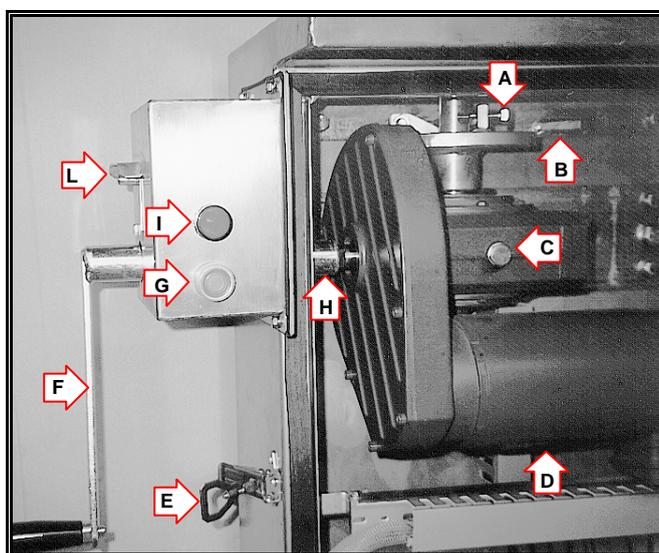

Fig.3.6
1. Premere il pulsante (Fig.3.6-G).